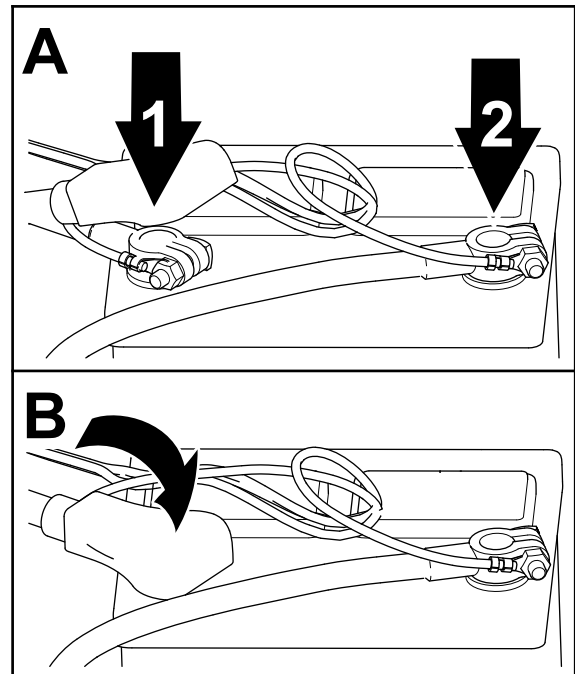

Bild 21
1. Schließen Sie das Minuskabel der Batterie am Minuspol der Batterie an (Bild 21).
3. Schließen Sie das Pluskabel der Batterie am Pluspol der Batterie an (Bild 21).
5. Bringen Sie die Isolierung auf dem Pluspol der Batterie an (Bild 21).